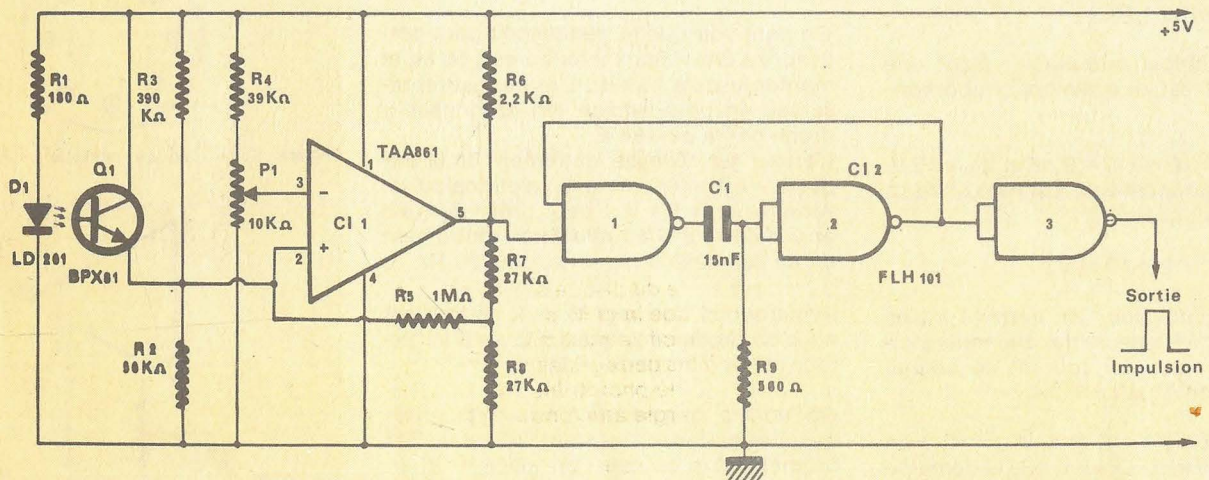

Figure 7
A la **figure 7** on donne le schéma de l'appareil. On y trouve un condensateur, 9 résistances, un potentiomètre, une diode LED LD 261 - III, le phototransistor BPX 81, un circuit intégré amplificateur opérationnel TAA 861, trois éléments NAND faisant partie d'un circuit intégré logique FLH 101 qui en contient quatre, tous à deux entrées de commande.
Il n'y aura aucune difficulté pour réaliser le montage de la partie électronique représentée par le schéma de la figure 7. Indiquons toutefois que le boîtier du CI-TAA 861 est à six broches comme représenté à la figure 9 (A).
En (B) de la même figure, on donne le brochage du quadruple NAND FLH 101 (équivalent au 7400). Il est monté en boîtier à 14 broches. L'alimentation se branche avec le + à la broche 14 et le - à la broche 7 (non représentée sur le schéma de la figure 7).
Les impulsions de sortie ont une amplitude de 4 V. Elles sont positives comme on peut le voir sur le schéma de la figure 7.